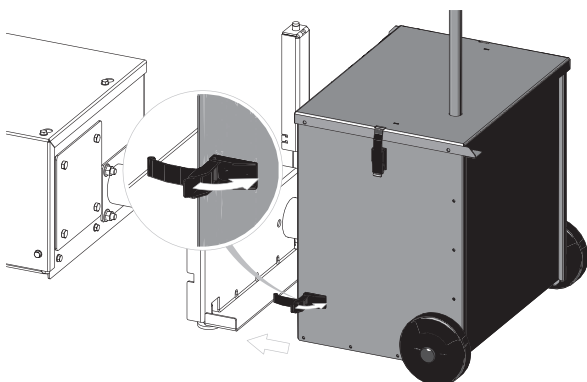

Fig. 227
► Aschebox mit beide untere Spannbügelverschlüsse befestigen – Fig. 227.